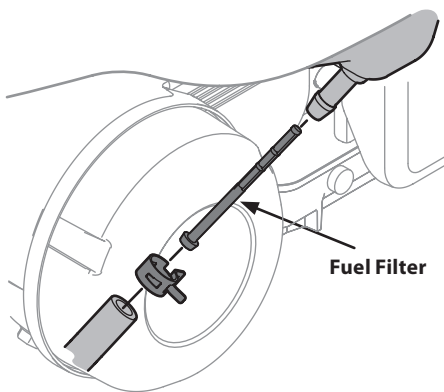

Figure 6-6
- Enlevez la bride en C de la canalisation de carburant et débranchez celle-ci du réservoir de carburant. Voir la Fig. 6-6.
- Tenez le filtre neuf par l'extrémité à épaulement et insérez-le complètement dans l'orifice du réservoir de carburant. Voir l'encadré de la Fig. 6-6.